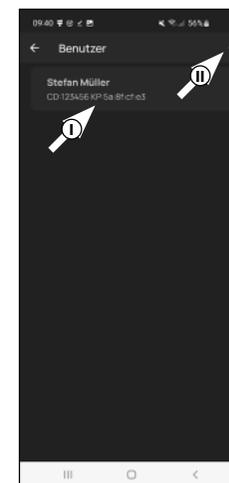

Abb. 2
- ! Hinweis:** Alternativ können Sie an dieser Stelle auch ein neues, zusätzliches Benutzerprofil anlegen. Tippen Sie dafür auf das „+“ oben rechts (II) (Abb. 2).